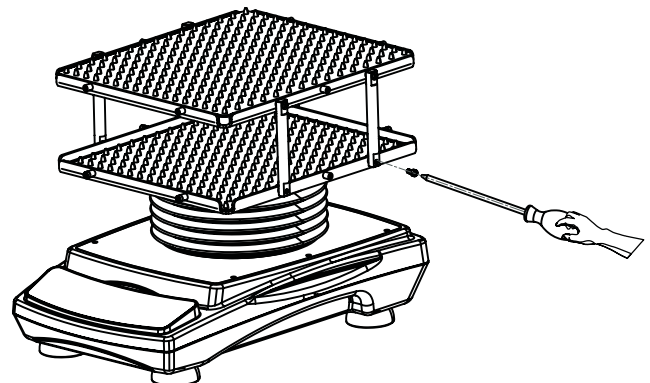

Abbildung 3
3. Befestigen Sie die Schraube des Gummistreifens der beiden Tabletts, wie in Abb. 3 dargestellt.